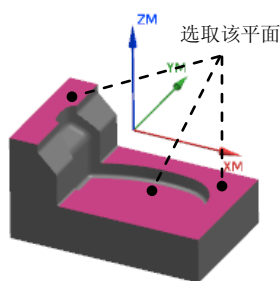

图 2.23 指定切削区域
Step2. 选取图 2.23 所示的面为切削区域 (共 3 个面), 在“切削区域”对话框中单击 **确定** 按钮, 完成切削区域的创建, 同时系统返回到“面铣削区域”对话框。